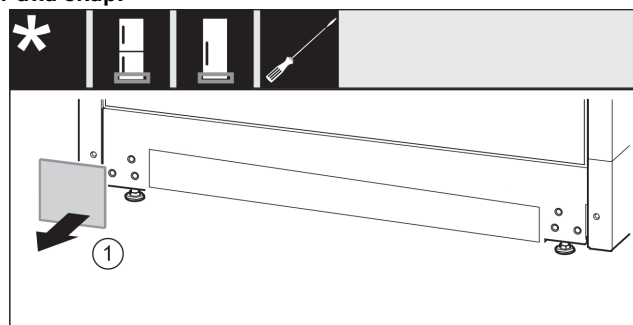

Fig. 14
- Ta av täckplattan. Fig. 14 (1)